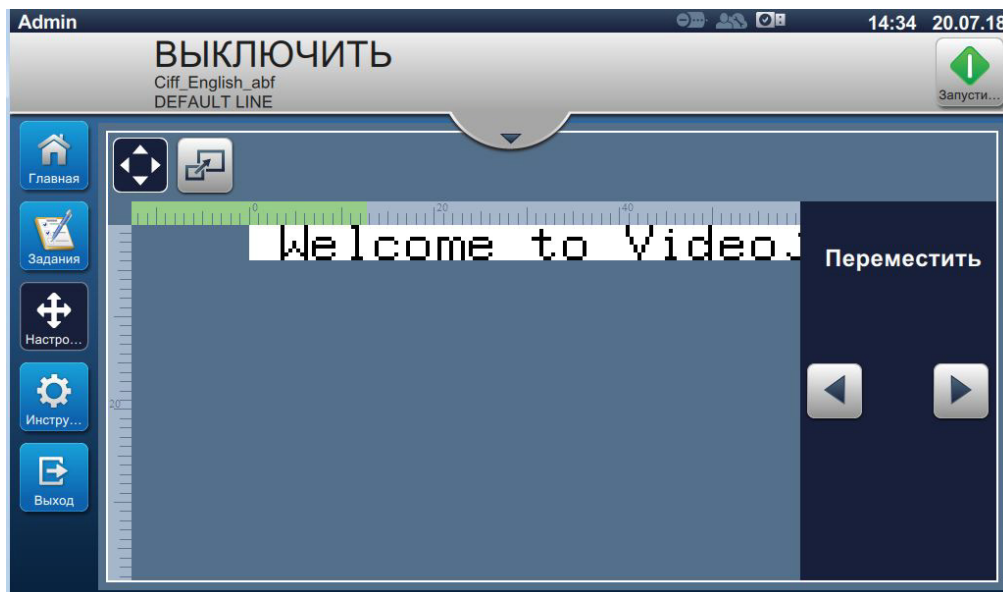

Рис. 4-9: Регулировка с перемещением
1. Нажмите кнопку , чтобы отобразить разделитель текущего положения, как показано на Рис. 4-9.